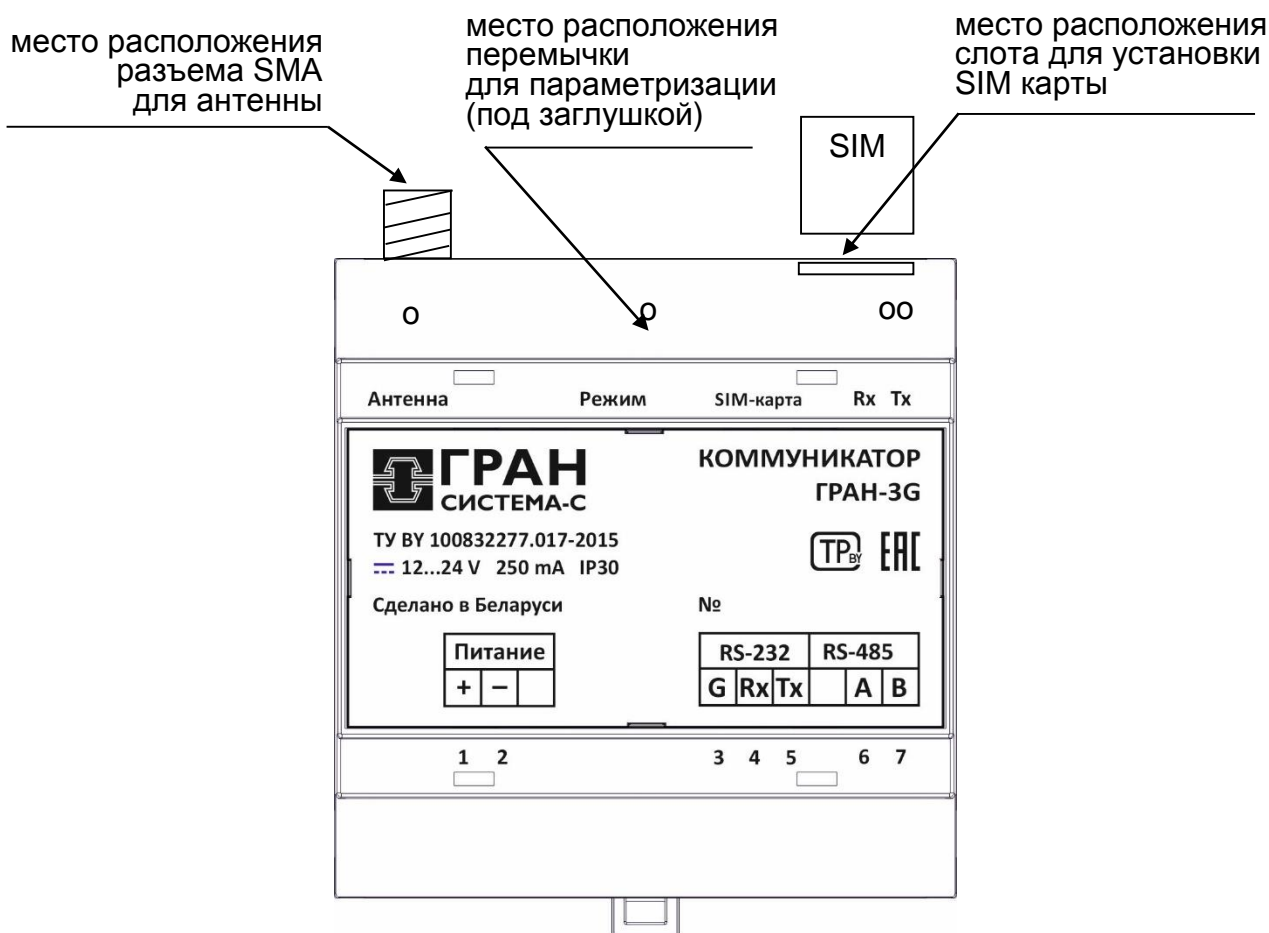

Рисунок 1.1 – Внешний вид коммуникаторов
2.4.3 Прикрутить антенну к соответствующему разъему коммуникатора (рисунок 1.1). При этом антенна должна быть установлена снаружи шкафа.
2.4.4 Установить SIM карту в соответствующий слот (рисунок 1.1)
2.6.2 Вставить SIM карту в слот коммуникатора (см. рисунок 1.1).